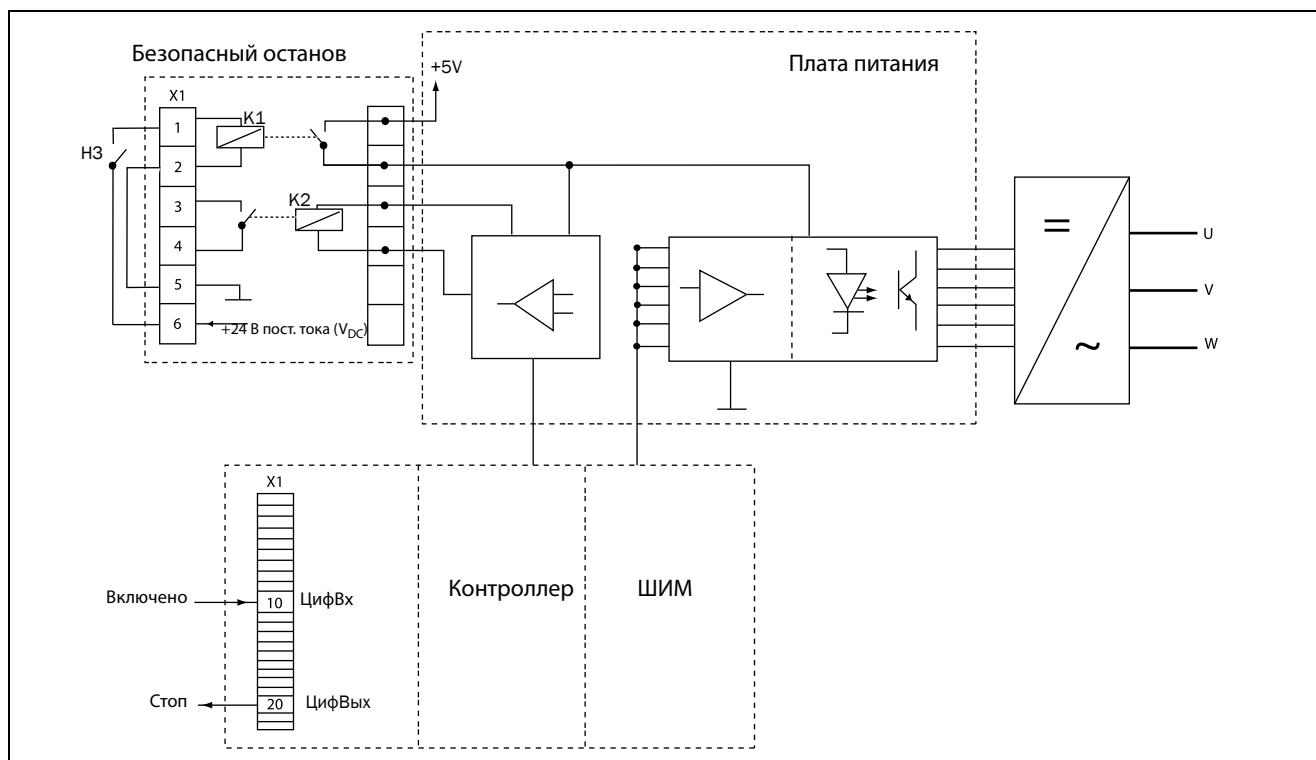

Рис. 173 Подключение функции безопасного останова
- На дополнительной плате безопасного останова необходимо активировать вход «Блокировка», подключив к клеммам 1 (Блокировка +) и 2 (Блокировка -) источник 24 В пост. тока (V_{DC}), чтобы подать напряжение питания цепей преобразователя на провода питания реле K1. См. также Рис. 173.